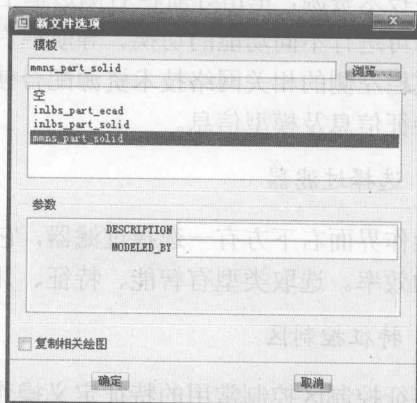

图 1.3
② 在相应的区域输入新文件的名称。默认文件名为 prt0001。
③ 可以使用系统默认的模板，但单位是英制的，如果要使用公制单位，则不能使用系统默认的模板，单击 ☒ 按钮让其空白，再单击“确定”按钮就会得到如图 1.3 所示的“新文件选项”对话框，在此对话框中就可以选择合适的模板，一般选择公制的 mmns_part_solid 模版，而默认模板是 inlbs_part_solid。如果不想使用系统提供的模板，可以选择“空”的。